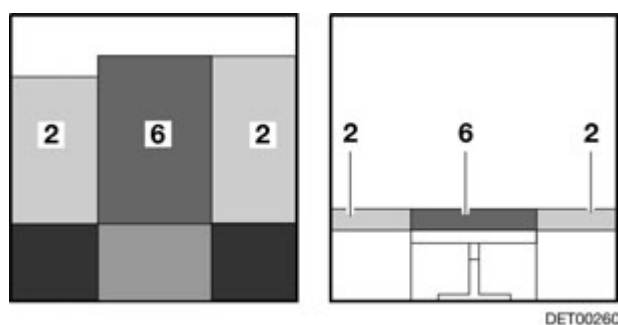

Fig. 65 Après la transformation
- Placer le coussin supplémentaire (Fig. 65,6) entre les coussins d'assise (Fig. 65,2) sur la table (Fig. 65,3).